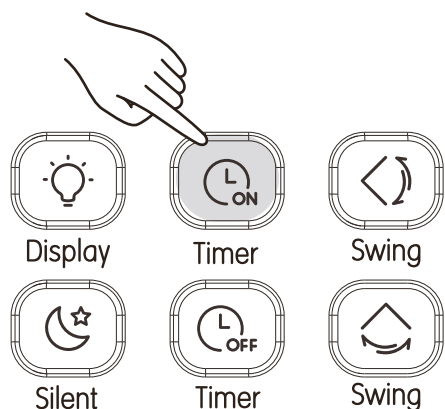

fig. 17
- Premere (vedi "fig. 17") e il telecomando visualizzerà "Timer On" e "0.0H" apparirà nell'area del timer. Regola ora le impostazioni del timer attivato;